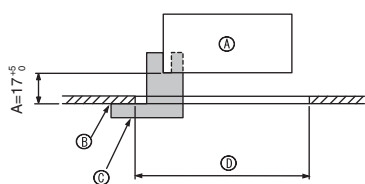
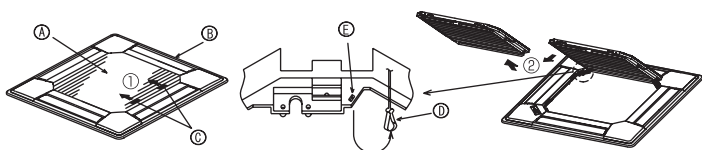
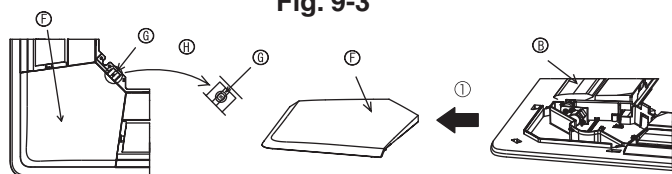

Fig. 9-2
Fig. 9-3
Fig. 9-4
①	Решетка	1	950 × 950 (мм)
②	Винт с привязной прокладкой	4	M5 × 0,8 × 25
③	Шаблон	1	(Поделен на четыре части)
④	Фиксатор	3
⑤	Винт	4	4 × 8
⑥	Винт	1	4 × 12
⑦	Беспроводной пульт дистанционного управления	1	для PLP-6BALM
⑧	Проводной пульт дистанционного управления	1	для PLP-6BAMD
9.2. Подготовка к установке вентиляционной решетки (Fig. 9-2)
- С помощью поставленного в комплекте шаблона ③ отрегулируйте и проверьте положение устройства по отношению к потолку. При неверном расположении устройства по отношению к потолку возможно прохождение воздуха или накопление конденсации.
- С Шаблон ③ (Вставлен в устройство)
9.2.1. Удаление воздухозаборной решетки (Fig. 9-3)
- Сдвиньте рычаги в направлении, обозначенном стрелкой ①, чтобы открыть воздухозаборную решетку.
- Пока воздухозаборная решетка находится в "открытом" положении, удалите стержень воздухозаборной решетки с вентиляционной решетки в направлении стрелки ②.
9.2.2. Удаление угловой панели (Fig. 9-4)
- Удалите винт из угла угловой панели. Для удаления угловой панели сдвиньте угловую панель в направлении стрелки ①.
[Fig.9-3] [Fig.9-4]